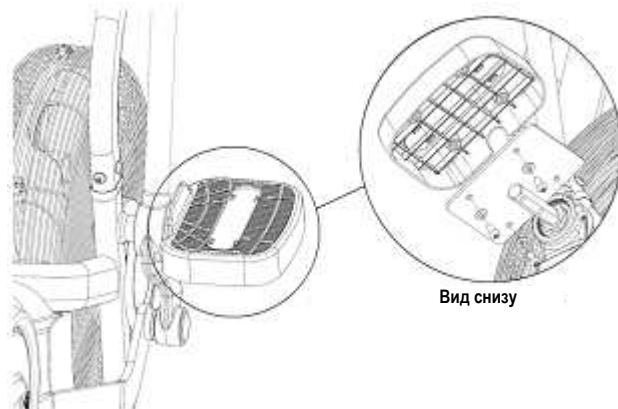

Рис. 13
13. Установите пластмассовые панели левой и правой опор для ног (Рис. 13) на крепежные пластины и закрепите каждую с нижней стороны четырьмя болтами с полусферическими головками и с шайбами, вставив их в предназначенные для этого отверстия.